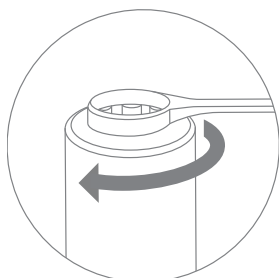
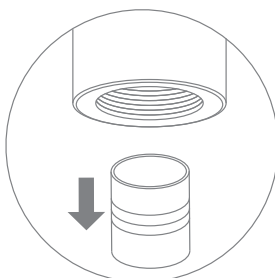

Рис. 21
Рис. 22
3. Ключом для донной заглушки открутите из картриджа донную заглушку (рис. 21) и извлеките использованный минерализатор (рис. 22).